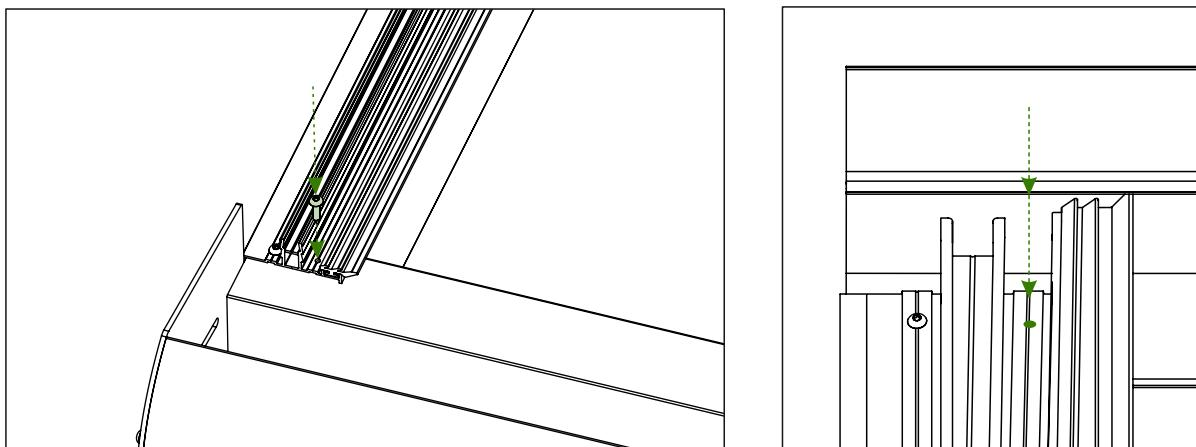

Abb. 11
6. Wenn die Neigung und Winkel in perfekter Position sind, verschrauben Sie die Randsparren an dem Wandprofil und der Rinne mit weiteren Bohrkopfschrauben (19mm Lang). Siehe Abb. 11.
**A) B)** 9. Auch diesen Pfosten mit einer Bohrkopfschraube (19mm) an der Rinne festschrauben. Ebenfalls mit 15mm Abstand von dem Rinnenrand. Siehe Abb. 11.